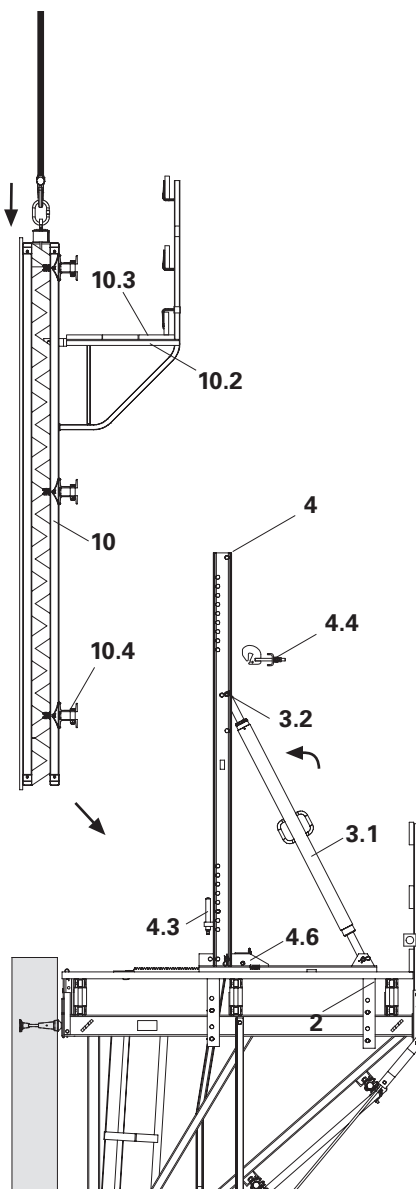

Fig. B2.11
5. Baixar a cofragem (10) com a correia inferior (10.4) a apoiar na peça de regulação vertical. Os meios de elevação mantêm-se em tensão.
6. Montar a abraçadeira (4.4) na correia. (Fig. B2.11)